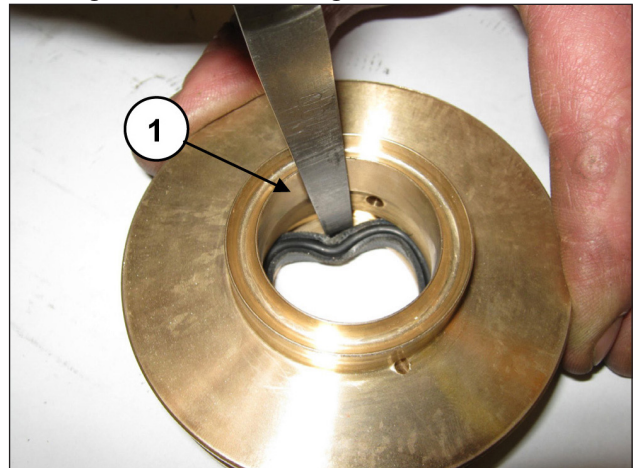

Abb. 180
Zur Abnahme der ND-Dichtung müssen Sie eine Fühlerlehre oder ein ähnliches Werkzeug verwenden, das den Sitz des Dichtungshalters nicht beschädigt (Pos. ①, Abb. 180).